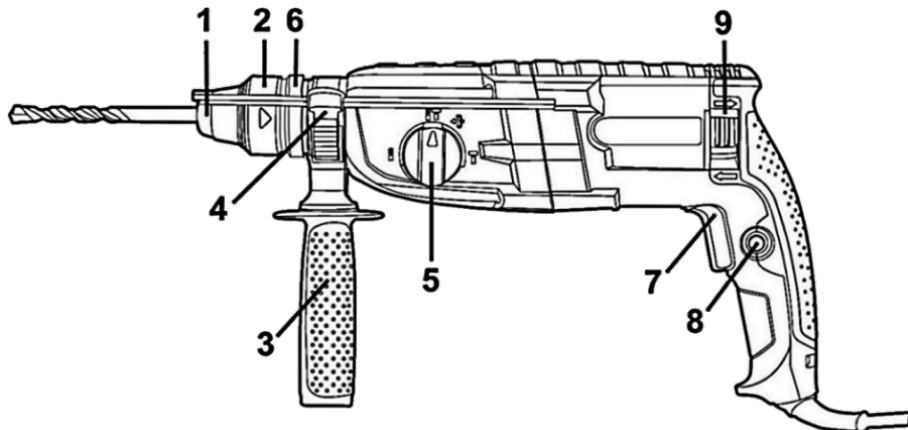

Рисунок 1
4.1 Виберіть необхідний режим роботи виробу за допомогою перемикача (5) (див. рисунок 1, таблицю 2). При необхідності встановлення свердильного патрона – встановіть його в патрон SDS-plus через адаптер.
4.2 Для включення виробу натисніть на курок вимикача (7) (рис. 1). Для відключення виробу слід курок відпустити.